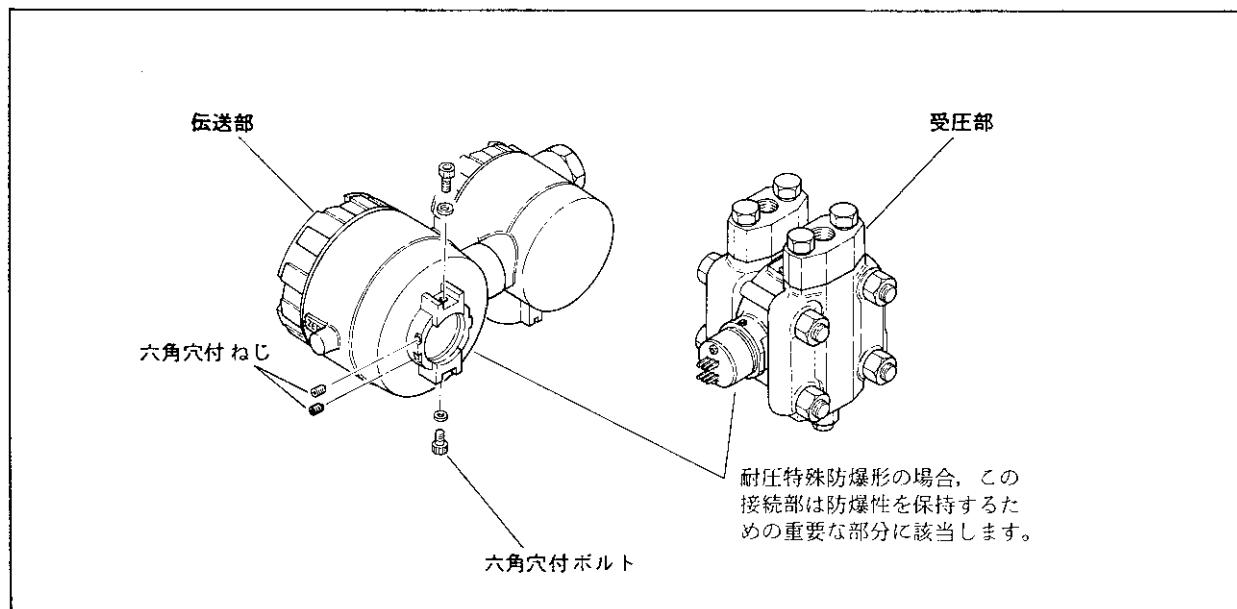
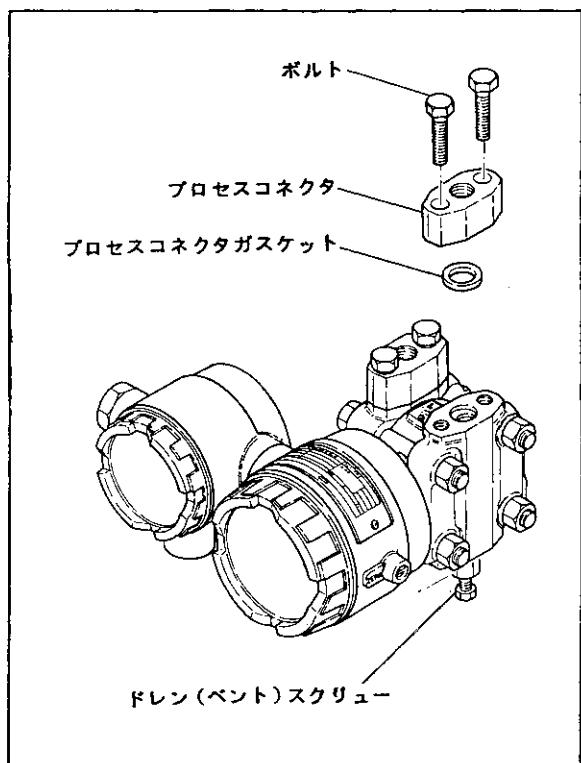

図6.6 伝送部と受圧部の分離
図6.8 プロセスコネクタ部の分解図
2. 伝送部とカプセルアセンブリの接続部は、耐圧防爆性保持の重要な部分に該当しますので、傷などの欠陥がないことを確認してください（図6.6参照）。
3. 保守終了後は伝送部と受圧部を固定するための六角穴付ボルトおよびねじを確実に締付けてください（図6.6参照）。
- (1) 電源を切ります。
- (2) 高圧側および低圧側の弁を閉じます。
- (3) 高圧側および低圧側のドレン(ペント)スクリューを開けます。高圧側のドレン(ペント)スクリューを先に開けてください。その際、ドレンはプラグの軸方向に排出されるので液、蒸気等が身体に飛散しないよう注意してください。
- (4) 6.5.2 項を参照してアンプユニットを取りはずします。
- (5) 伝送部と受圧部を固定している2本の六角穴付ボルトをはずします。同時に2本の六角穴付ねじを1回転ほどゆるめます。(図 6.6 参照)
- (6) 伝送部と受圧部を分離します。
- (7) 受圧部が取付用ブラケットで50 A(2 B)パイプに取付けられている場合は、高圧側の取付用ボルトをはずします。
- (8) 4個のフランジボルト用ナットを取りはずします(図 6.8 参照)。フランジボルトははずさないください。
- (9) カプセルアセンブリを手で保持しながら、高圧側のカバーフランジを取りはずします。
- (10) カプセルアセンブリを取りはずします。
- (11) カプセルアセンブリを清掃する場合には以下の点に注意してください。
- (12) 組立てる場合は、カプセルアセンブリに表示されているH(高圧側), L(低圧側)の位置関係に注意してください。また組立ての際には、2枚のカプセルガスケットを新品に交換してください。
- (13) カバーフランジを取り付け、4個のフランジボルト用ナットをトルクレンチを使用し65N・m(6.5kg・m)のトルクで均一に締付けます。
- (14) 高圧側カバーフランジを取付用ブラケットに2本のボルトで取付けます。